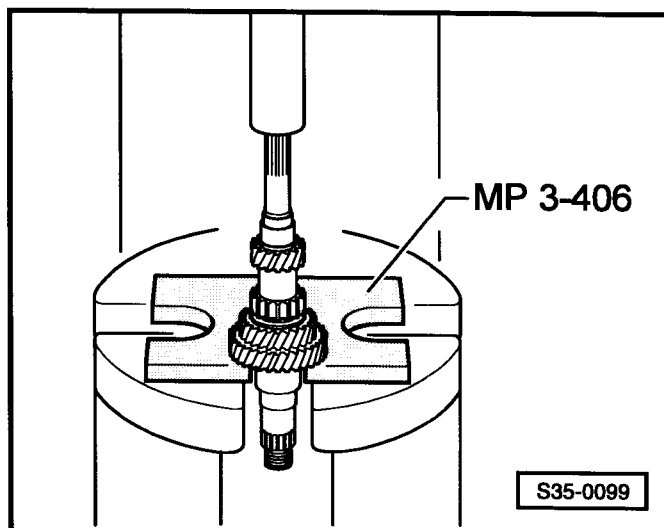

Рис. 6: Нагрев шестерни для 4-ой передачи на температуру ок. 100 °С и запрессовывание ►
- запрессовывание ⇒ рис. 6 в **35-1** страница 4